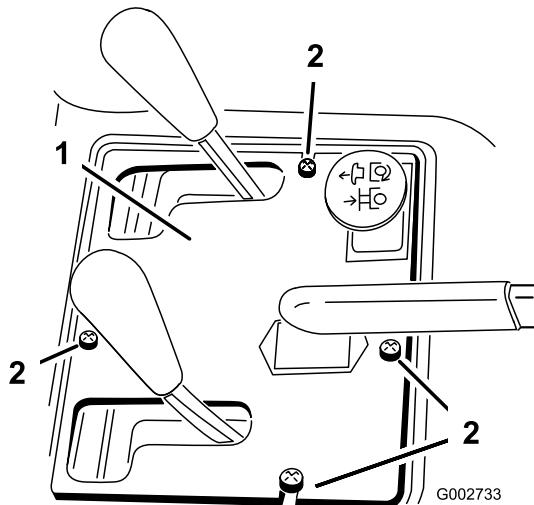

Figure 35
- Retirez les (4) vis qui fixent le panneau de commande au cadre (Figure 35).